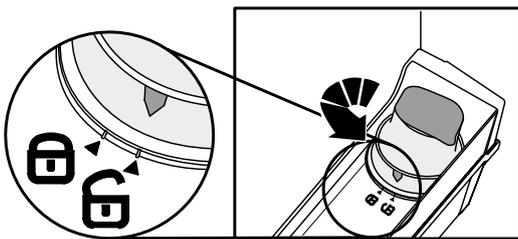

Fig. 3
- Déverrouillez le filtre au complet en tournant dans le sens antihoraire (Fig. 3)
(Vous pouvez suivre la procédure décrite la section Activation du filtre au charbon et installation du filtre - Fig. 3, 4, 5, 6, 7, 8).